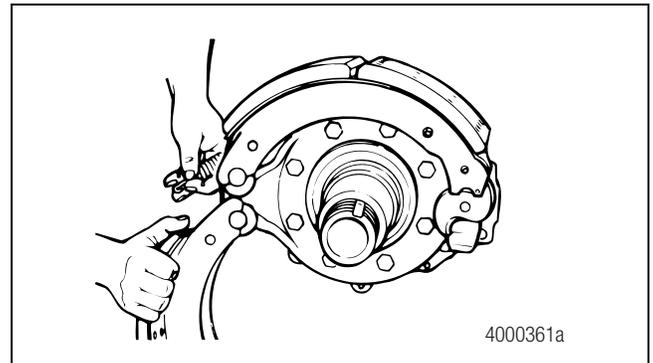

Figure 5.24
2. Positionner le segment de frein supérieur sur l'axe d'ancrage supérieur. Maintenir le segment de frein inférieur sur l'axe d'ancrage inférieur. Installer deux ressorts de maintien de segment de frein neufs. Figure 5.24.